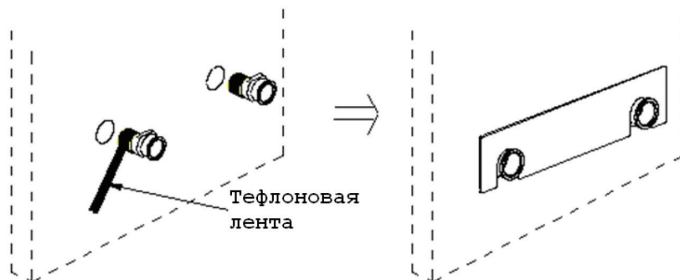

Рис. 5
2. Вытащите два металлических переходника (9) из комплекта для сборки, намотайте тефлоновую ленту в направлении против часовой стрелки, и прикрутите их к трубам водоснабжения крестообразной отверткой, используя регулировочную пластину для соблюдения уровня и расстояния между двумя водными входными отверстиями (рис.5). После регулировки расстояния между переходниками снимите пластину, она больше не понадобится.